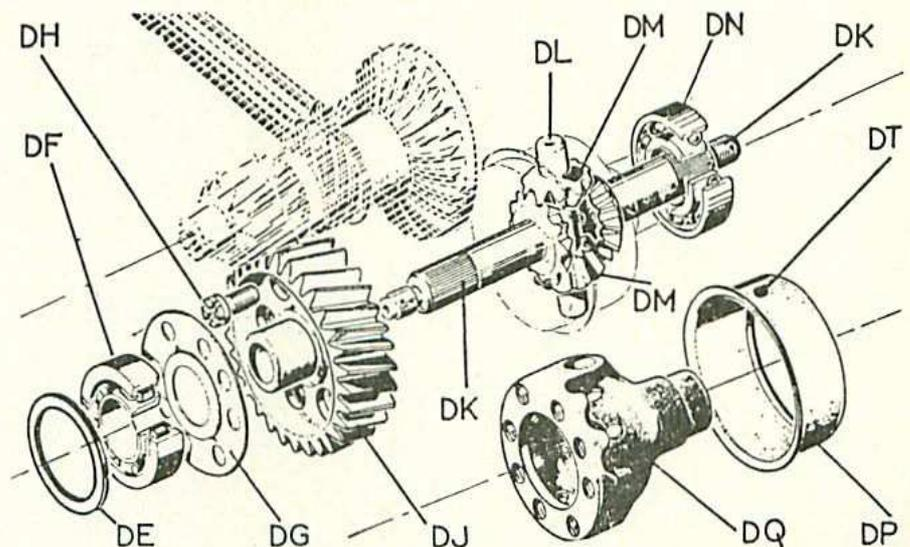

Fig. 41. — Détail du pont avant
• Placer l'ensemble de boîtier de différentiel dans un étau et le serrer sur l'emplacement des deux trous fixant la couronne de boîtier (DP) (fig. 41).
• A l'aide d'un petit burin, enfoncer le frein circulaire (DG) en deux points diamétralement opposés, près du roulement, de manière à pouvoir prendre appui sur la bague intérieure du roulement (DF) avec deux pinces Wilmonda. Chauffer, rapidement, avec un chalumeau la bague intérieure de roulement (DF) et la dégager avec des pinces (pour cette opération, il est nécessaire d'être deux exécutants). Déposer le frein (DG).
— la bague extérieure du roulement (DF) de planétaire (DK) (fig. 41) avec les rondelles de réglage (DE).
• Poser l'un des deux planétaires dans le boîtier (DQ) (fig. 41) puis les deux satellites (DM). Introduire l'axe (DL) avec un maillet ou un jet.
• Placer le deuxième planétaire (DK) dans la roue (DJ) du démultiplicateur. Positionner l'ensemble sur le boîtier, poser les huit vis (DH) et les bloquer à l'aide du tournevis Wilmonda DEN.  $8 \pm 0,5$  m.kg.
• Poser le frein (DG) et, sur deux points opposés, repousser le métal dans les encoches des vis (DH) pour maintenir le frein centré.
• Engager, bien à fond, la bague intérieure du roulement (DF) à l'aide d'un tube de diamètre intérieur de 31 mm, puis, à l'aide d'un matoir, terminer le
• Retirer le couvercle (L), le faux roulement et les rondelles de calage (CV) que l'on conservera soigneusement de côté.
• Faire ensuite le calage du jeu latéral de la butée à billes (CU) en procédant comme indiqué dans le dernier nota.
• Redémonter et conserver soigneusement les cales (CT).
• Utiliser une bague extérieure de roulement (DF) (fig. 41).